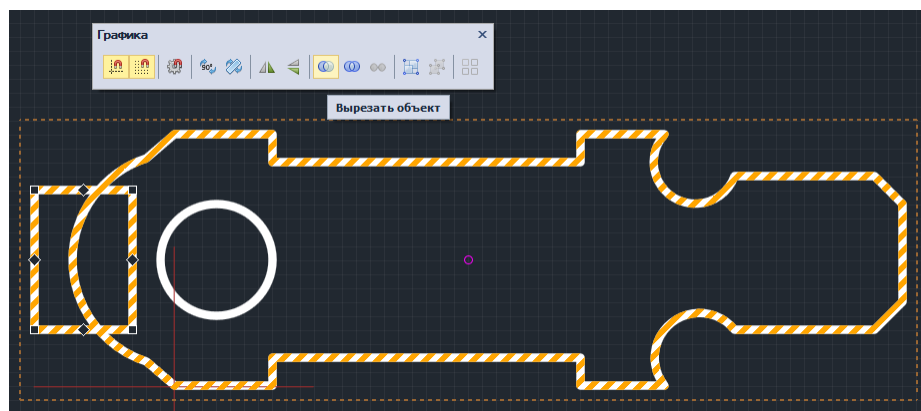

Рис. 67 Работа инструмента «Вырезать объект». Создание внешнего выреза
3. На панели инструментов «Графика» воспользоваться инструментом «Вырезать объект», см. Рис. 67.